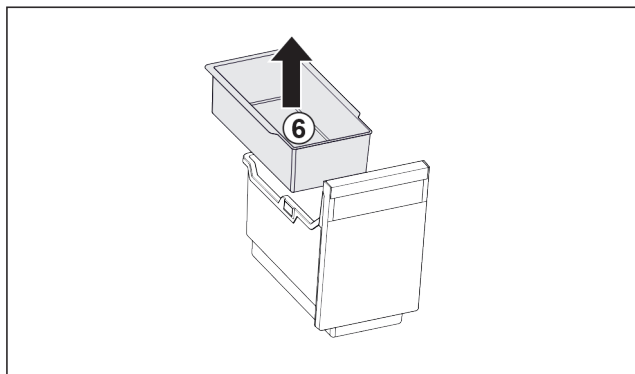

Fig. 119
- ▶ Izvadite ovjesnu posudu Fig. 119 (6).